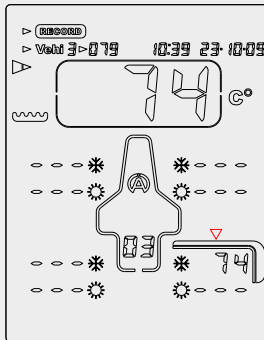

Figure 5
6) Pressez le bouton central  pour enregistrer la pression mesurée ainsi que l'heure et la date du moment, ensuite, le point de capture affiché à l'écran se déplace automatiquement suivant la séquence programmée dans le menu SETUP. Dans l'exemple (figure 5), l'appareil se positionne sur la mesure de la température au centre du pneu arrière gauche.
- 7) Appliquez le capteur de température sur le pneu comme indiqué sur l'écran par la flèche (figure 5).